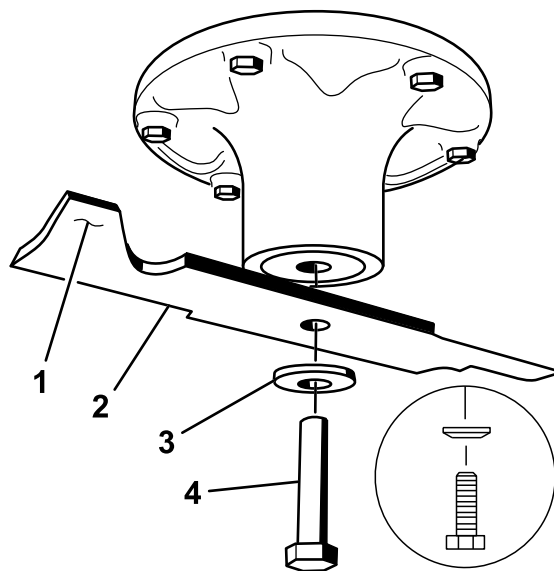

Figura 67
2. Îndepărtați urubul lamei, aiba curbată și lama de pe arborele axului (Figura 67).
1. Montați lama pe arborele axului (Figura 67).
2. Montați aiba curbată (cu partea în formă de cupă îndreptată către lamă) și urubul lamei (Figura 67).